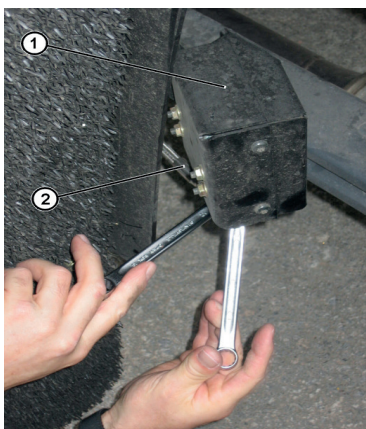

Fig. 3: Anslutning av testtryckledning_1
1. Ta loss den fordonsspecifika doserledningen (Fig. 3, Pos. 2) på dosermodulen (Fig. 3, Pos. 1).